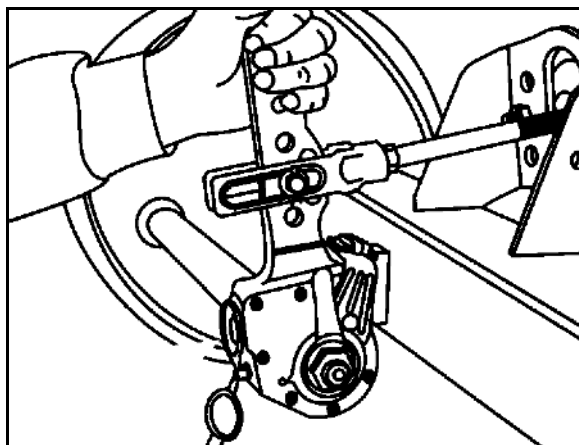

Рис. 79
Оттяните рукой рычажный исполнительный механизм в направлении действия давления (Рис. 79). При свободном ходе нажимного стержня тормозной пневматической камеры макс. 35 мм следует выполнить дополнительную регулировку колесного тормоза.
2. Поверните регулировочный винт (стрелка) накидным гаечным ключом прим. на $\frac{3}{4}$ оборота против часовой стрелки (Рис. 79) Свободный ход должен быть не менее 50 мм при длине рычага 150 мм.